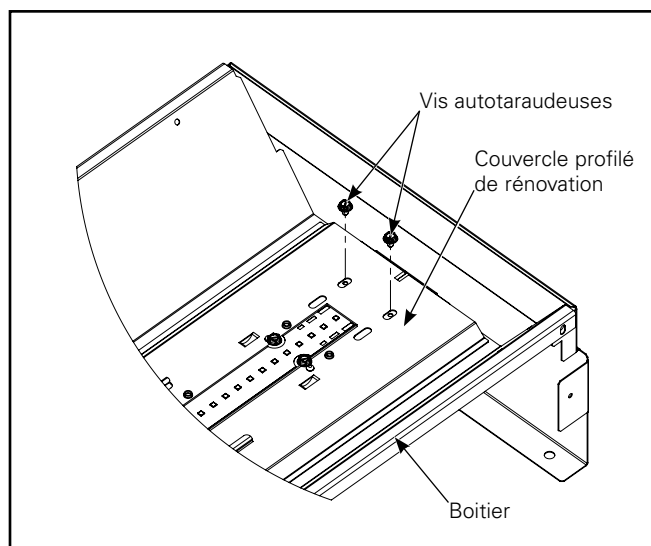

Figure 21.
2. Poussez tous les fils et les écrous simples à l'intérieur du caisson du luminaire en laissant des écrous simples disponibles pour raccorder les fils du couvercle profilé secondaire au premier couvercle profilé au centre puis vissez le premier couvercle profilé au support d'extrémité de rénovation installé (consultez l'étape 3 à la page 2) en utilisant deux (2) vis autotaraudeuses (Figures 21 et 22).